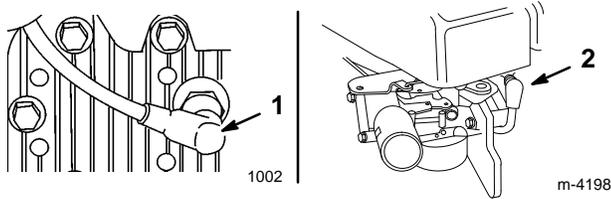

Figure 5
1. Débrancher la bougie (Fig. 5).
5. Reconnecter la bougie (Fig. 5).